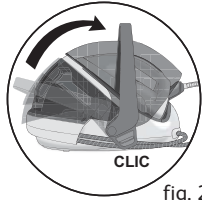
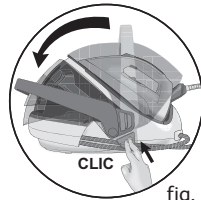

fig. 2
fig. 3
- Système de verrouillage automatique du volet lorsque celui-ci est rabattu sur le fer - fig.2 et ouverture par bouton de déverrouillage - fig.3 .
- Rabattez le volet sur le fer jusqu'au verrouillage automatique du système de protection (identifié par un "clic") - fig.2.
- Appuyez sur le bouton de déverrouillage du volet de protection jusqu'au "clic" et rabattez le sur le réservoir - fig.3.